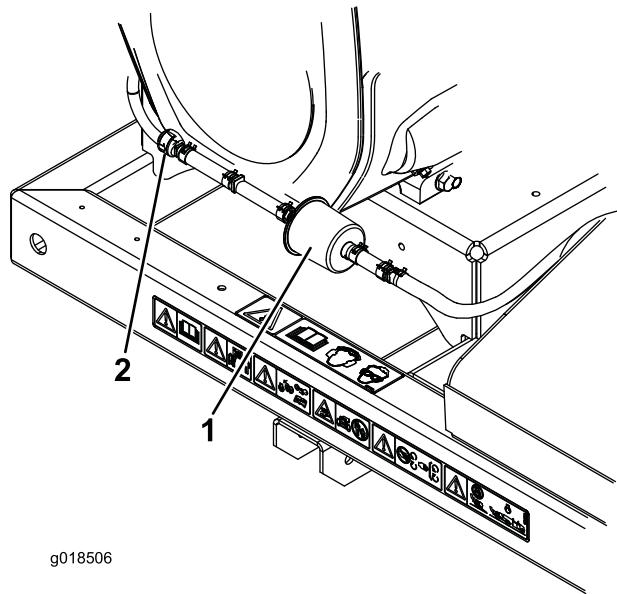

Figura 22
- Aleje del filtro las abrazaderas de muelle de ambos lados del filtro del tubo de purga del cartucho de carbón (Figura 22).
- Retire y deseche el filtro de carbón (Figura 22).
- Instale un filtro nuevo en el tubo con la flecha del filtro apuntando hacia la válvula de retención, y sujetelo con las abrazaderas (Figura 22).